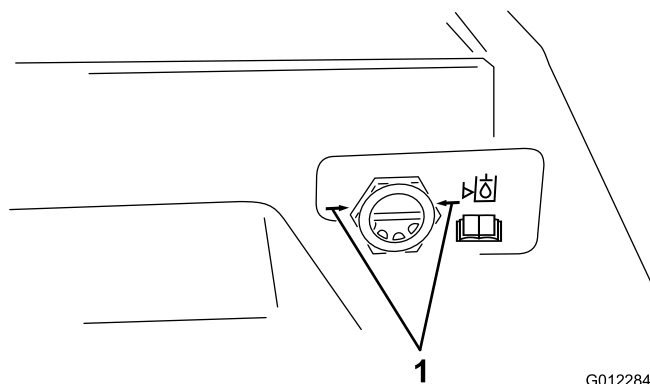

Figure 43
5. Lorsque les plateaux de coupe sont relevés et que l'huile est chaude, observez le viseur de niveau (Figure 43). Si l'huile hydraulique n'est pas au niveau des flèches, ajoutez une quantité d'huile suffisante pour rectifier le niveau. **Ne remplissez complètement pas le réservoir si l'huile est froide.**
6. Observez le viseur de niveau (Figure 43). Le niveau d'huile hydraulique doit atteindre les flèches quand l'huile est chaude. Si le niveau d'huile est bas, faites l'appoint.